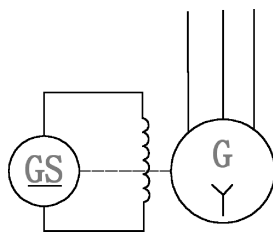

图 4-27 励磁发电电机图形
(13) 将当前图层设置为“文字”图层，并在“文字”图层上输入文字。执行结果如图4-27所示。